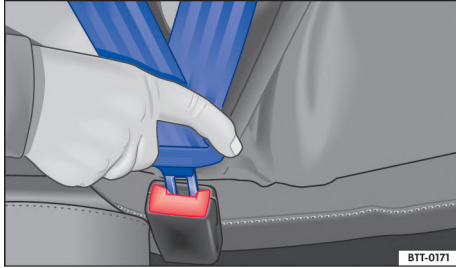

Fig. 31 Introducir la pestaña de encastre del cinturón de seguridad en el cierre del cinturón.
- Inserte la pestaña de encastre del cinturón con fuerza en el cierre del cinturón de seguridad correspondiente al asiento → fig. 31.